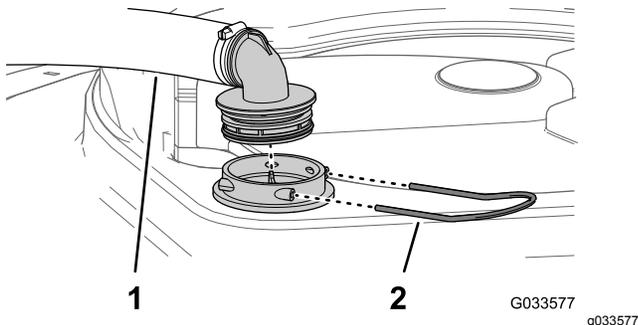

図 101
2. タンク上部で、フィルタハウジングからの太いホースについているフィッティングを固定しているリテーナを外す **図 101**。
3. フィルタハウジングからホースとフィッティングを取り外す **図 101**。